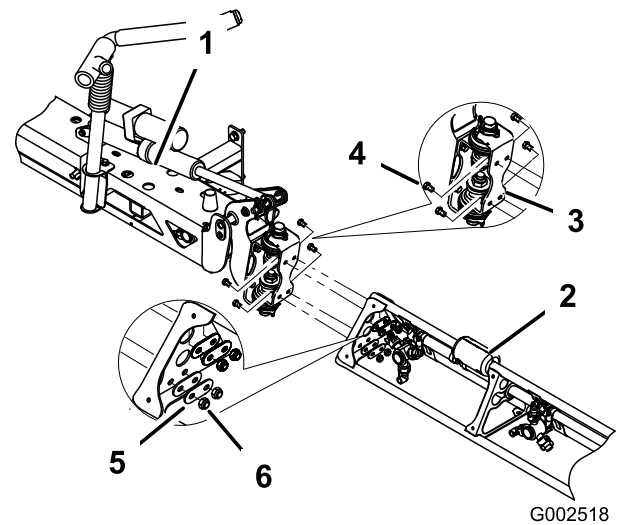

Bild 29
7. Montieren Sie die Auslegersektion mit den in Schritt 6 entfernten vier Schrauben, vier Scheiben und vier Muttern an der Scharnierplatte des mittleren Auslegers, siehe Bild 29.